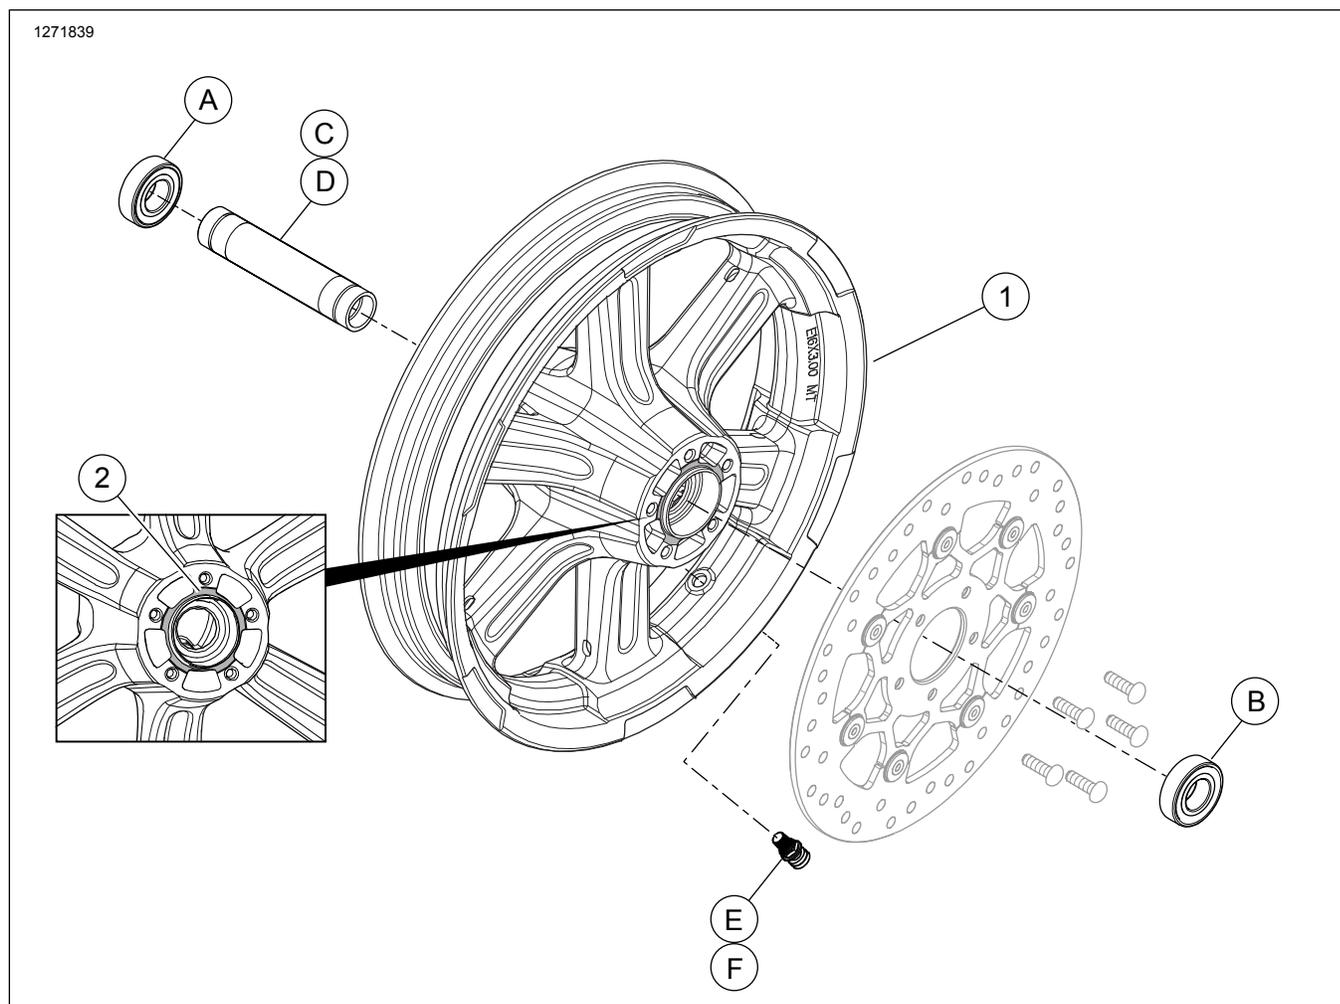

Рисунок 1. Запасные части: Задние колеса (показано 16-дюймовое)
См. Рисунок 1 и Таблица 2.
2. Рисунок 1 Установите в обод колеса вентиль. См. раздел «ШИНЫ» в Руководстве по техническому обслуживанию.